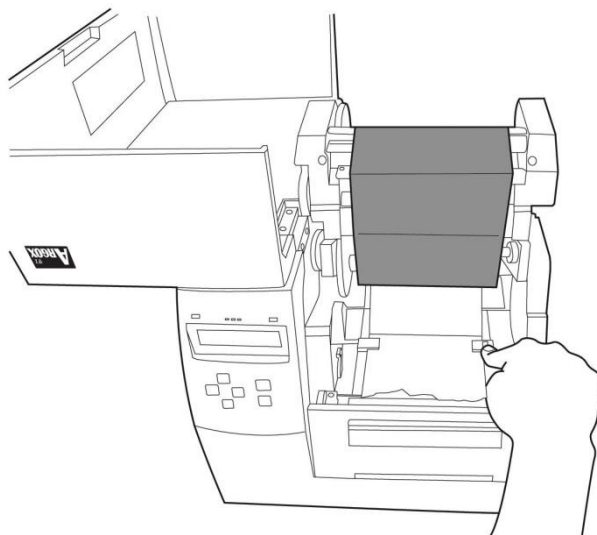

Figura 11
74. Segure o módulo da cabeça de impressão para deixar que a mídia passe sob ele. Guie a mídia através das guias da mídia com a outra mão. Ajuste a guia de mídia na largura da mídia empurrando o botão localizado na guia de mídia (Figura 11).